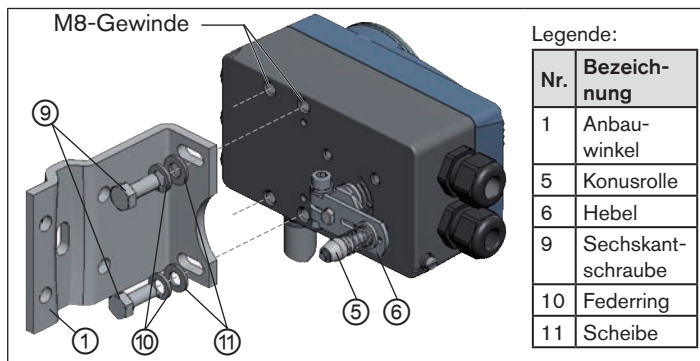

Bild 8: Anbauwinkel befestigen
→ Anbauwinkel ① mit Sechskantschrauben ⑨, Federring ⑩ und Scheiben ⑪ auf der Rückseite des Typs 8792/8793 befestigen (siehe „Bild 8“).
Die Konusrolle am Hebel des Wegaufnehmers muss im Bügel (siehe „Bild 8“) über den gesamten Hubbereich am Antrieb frei laufen können.